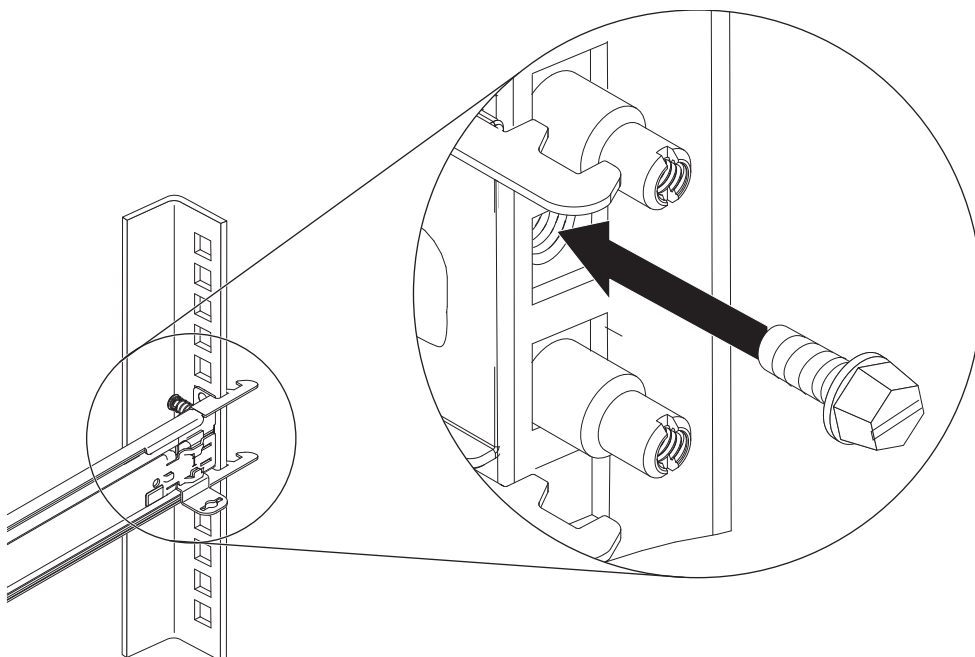

图 27. 固定电缆管理臂和节点以进行装运
8. 可选： 固定机架中的电缆管理臂和节点以进行装运，如第 33 页的图 27 中所示。